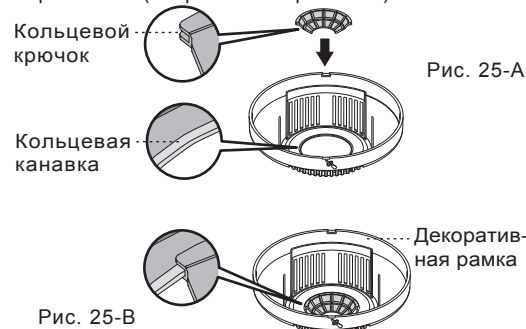

Рис. 25-В
4.2.3.3 Крепление экрана линзы: С задней стороны декоративные рамки имеет кольцевая канавка, а экран линзы имеет кольцевой крючок. При вставлении крючка в канавку экран линзы закрепляется (см. рис. 25-А и рис. 25-В).